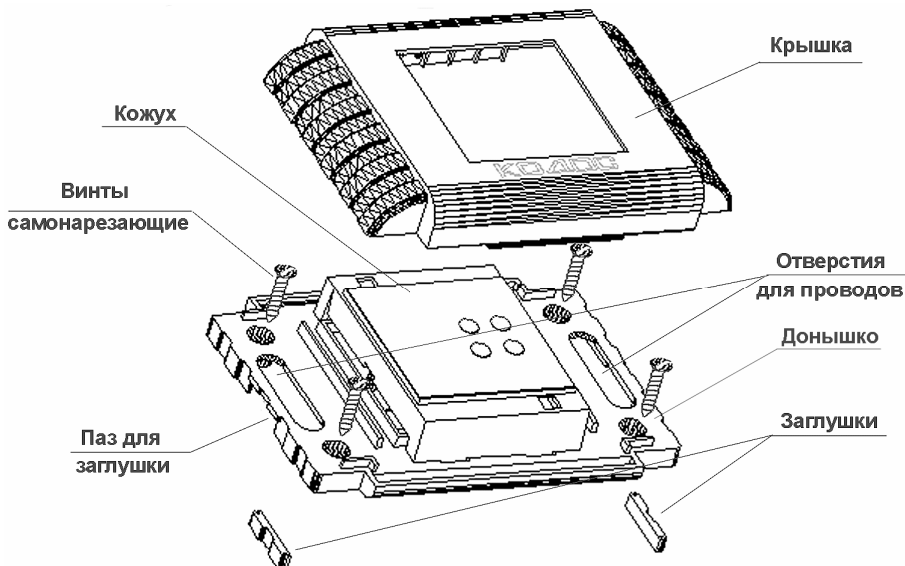

Рисунок 3 – Крепление адресного блока (клеммы условно не показаны)
- а) Снять с устройства крышку (см. рисунок 3);
- 4) если провода подходят сбоку адресного блока (например, из короба или гофрированного шланга), снять заглушки (см. рисунок 3);
- 5) через отверстия для проводов (если провода идут из стены) или через пазы для заглушек и отверстия для проводов (в случае, если провода подходят сбоку) (см. рисунок 3), протянуть провода к кожуху адресного блока);